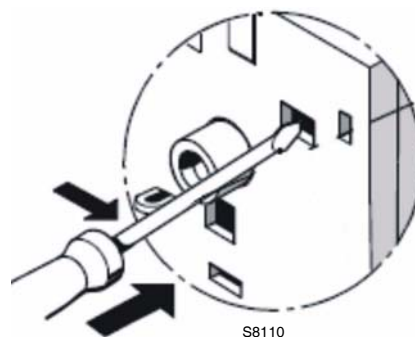

Fig. 33
- **Prueba de contacto NC (95-96) y NA (97-98)(Fig. 33)**